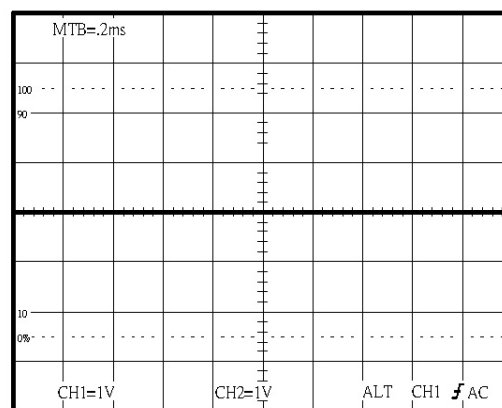

図 5-4 表示波形
5. CH1/CH2 の COUPLING を(17) (19)CH1/CH2 GND ボタンを押し「GND」に設定します。
6. (8) (9)CH1/CH2 POSITION ツマミで、両方の波形が中央になるように調整します。
7. (11)ALT/CHOP/ADD ボタンをアラームが鳴るまで押し続け、「CH2 INV」に設定します。
8. (11)ALT/CHOP/ADD ボタンを押し、「ADD」モードに設定します。
9. CH1/CH2 の COUPLING を(16) (18)CH1/CH2 AC/DC ボタンを押し「DC」に設定します。
10. 図 5-4 のような波形が表示されます。画面には、中央の目盛上に平行な輝線が表示されます。
11. (11)ALT/CHOP/ADD ボタンを押し、「CHOP」モードに設定します。
12. (11)ALT/CHOP/ADD ボタンをアラームが鳴るまで押し続け、「CH2 INV」を解除します。